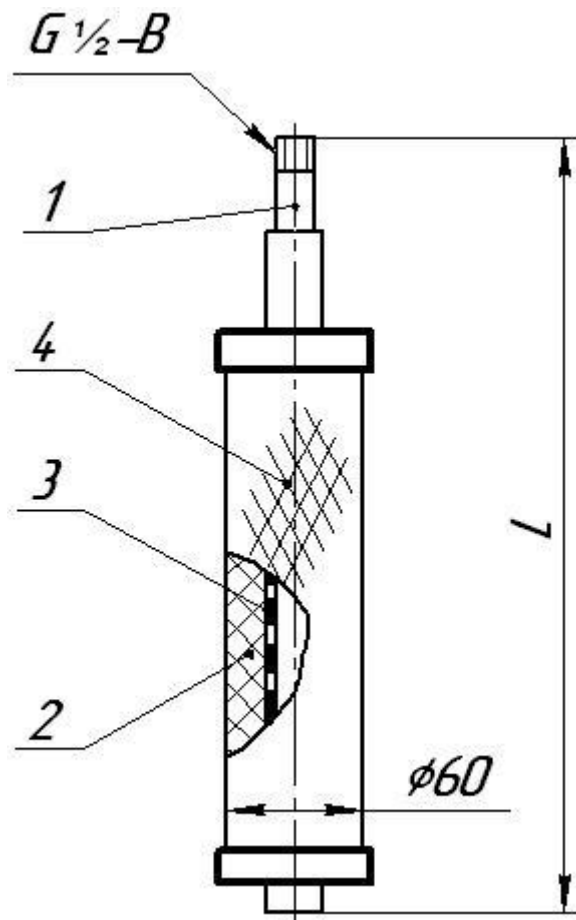

Рис. 3 Фильтроэлемент
4.1.2 Фильтроэлемент (рис.3) состоит из внутреннего пластмассового перфорированного каркаса, на который по особой технологии нанесен слой пористого волокнистого фильтроматериала. На наружную поверхность одета дренажная капроновая сетка, а торцевые части герметично уплотнены пластмассовыми крышками.